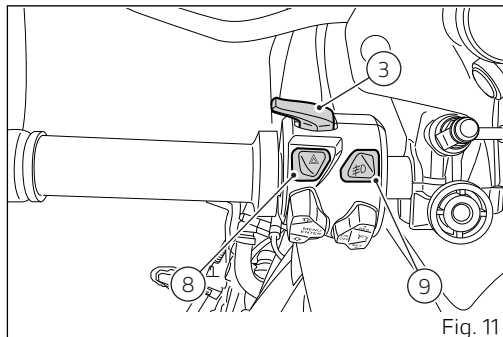

Fig. 11
3) BOUTON D'APPEL DE PHARES FLASH (Fig. 11)